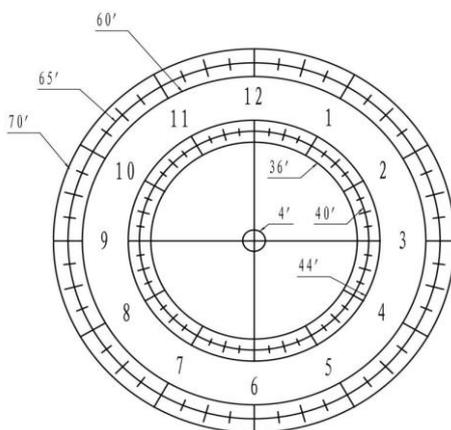

图 10
1. 打开极轴镜前盖和极轴镜帽并开启电源，如需要照明将极轴照明电缆接好，极轴镜内如（图 10）所示。